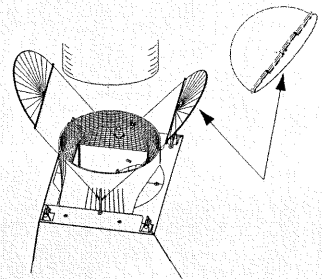

Fig. 6/σχήμα 6
- Encaixe as válvulas de retenção de fuga (fig. 6).